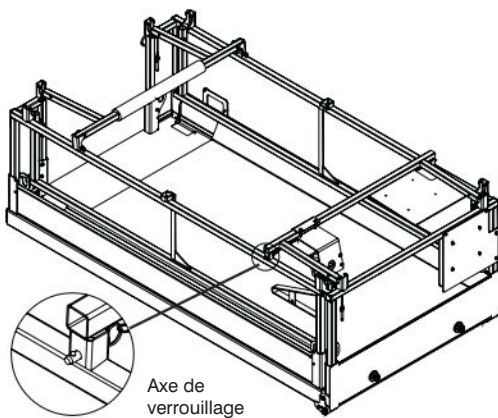

Figure 3-13c. Garde-corps tous rabattus
Verrouillez le garde-corps de la rallonge sur la barre de montage. Assurez-vous que la bille d'arrêt de l'axe dépasse bien. (Consultez la figure 3-13c)
Verrouillez le garde-corps de la rallonge sur la barre de montage. Assurez-vous que la bille d'arrêt de l'axe dépasse bien. (Consultez la figure 3-13c.)
6. Retirez l'axe de verrouillage de la barre de montage, levez doucement le garde-corps de la rallonge et immobilisez-le avec les axes de verrouillage en vous assurant que la bille d'arrêt de chaque axe est bien enfoncée (consultez la figure 3-13c).